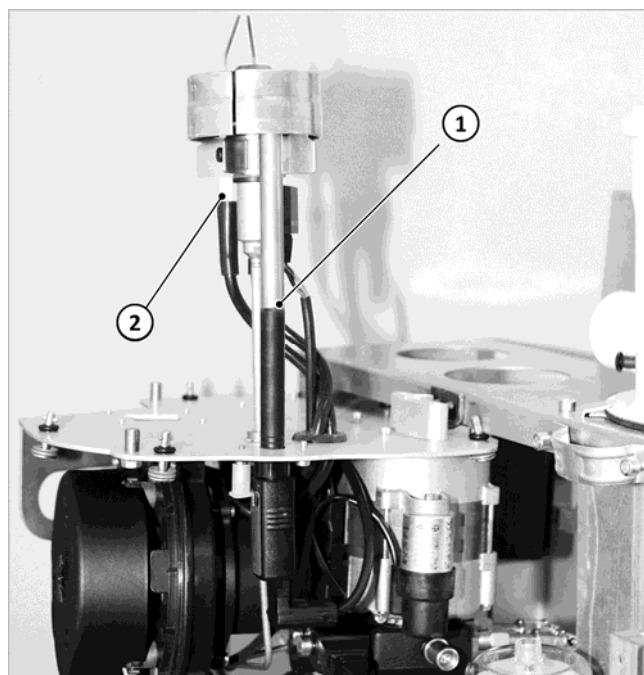

Fig. 32: Enganche del quemador de la consola
1. Retire la funda de la mirilla, véase → fig. 32 (1).